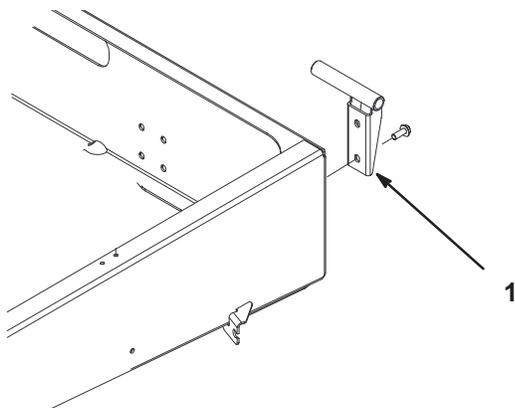

Bild 8
2. Montieren Sie die linke Schwenkhalterung mit zwei Bundschrauben (3/8 x 1 Zoll) an der linken hinteren Ecke des Chassis. Positionieren Sie die Halterung wie in Bild 8.